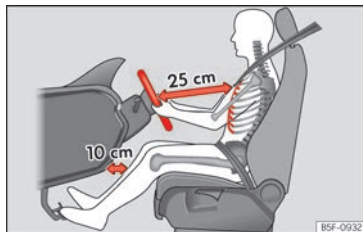

Abb. 14 Der richtige Abstand des Fahrers zum Lenkrad muss mindestens 25 cm (10 Zoll) betragen.
- Lenkrad so einstellen, dass der Abstand zwischen Lenkrad und Brustbein mindestens 25 cm (10 Zoll) beträgt » (Abb. 14) und das Lenkrad mit beiden Händen und leicht gebeugten Armen seitlich am äußeren Rand festgehalten werden kann.